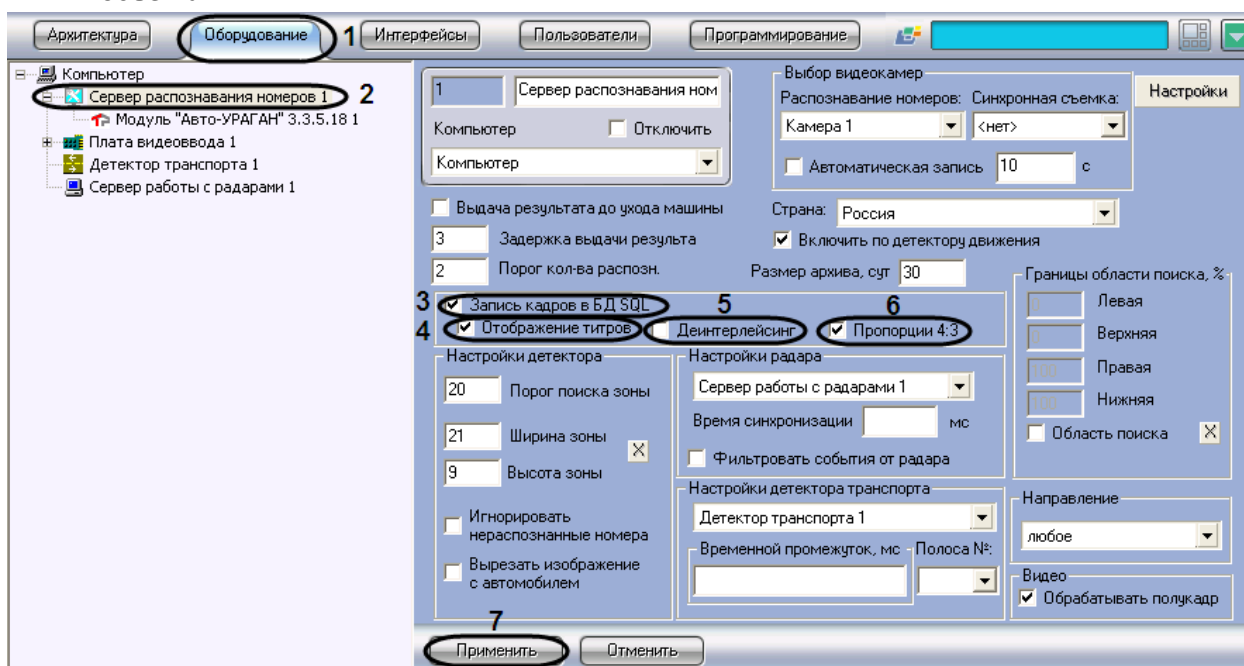

Рис. 7.2—7. Включение функции записи кадра с транспортным средством в базу данных номеров
1. В диалоговом окне «Настройка системы» перейти на вкладку «Оборудование» (Рис. 7.2—7, 1).
2. В дереве объектов на вкладке «Оборудование» выбрать объект «Сервер распознавания номеров», соответствующий активированному программному модулю «Авто-УРАГАН 3.3.5.18», «CARMEN-паркинг», «CARMEN-Авто» или «ACCR» (см. раздел «Активация программного модуля, используемого для распознавания номеров», Рис. 7.2—7, 2). В правой части вкладки «Оборудование» отобразится панель настройки выбранного объекта.
3. Установить флажок «Запись кадров в БД SQL» для активации функции записи кадра видеоизображения с транспортным средством, для которого был распознан номерной знак, в базу данных номеров (см. Рис. 7.2—7, 3)
4. Установить флажок «Отображение титров» для активации функции наложения титров на кадр видеоизображения при формировании отчета о распознанном номере (см. Рис. 7.2—7, 4)
5. В случае если видеоизображение поступает в полном разрешении, установить флажок «Деинтерлейсинг» для деинтерлейсинга кадра с транспортным средством (см. Рис. 7.2—7, 5)